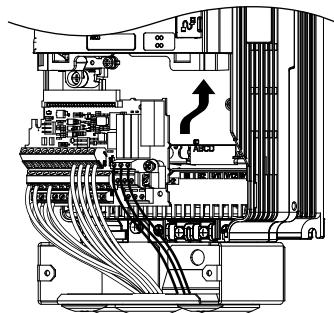

Figura 6.5 Instale la placa de terminales
1. Después de conectar el circuito principal, conecte los terminales de conexión al variador, tal como se muestra en la Figura 6.5. Utilice el tornillo de instalación para ajustar los terminales de conexión en su lugar.